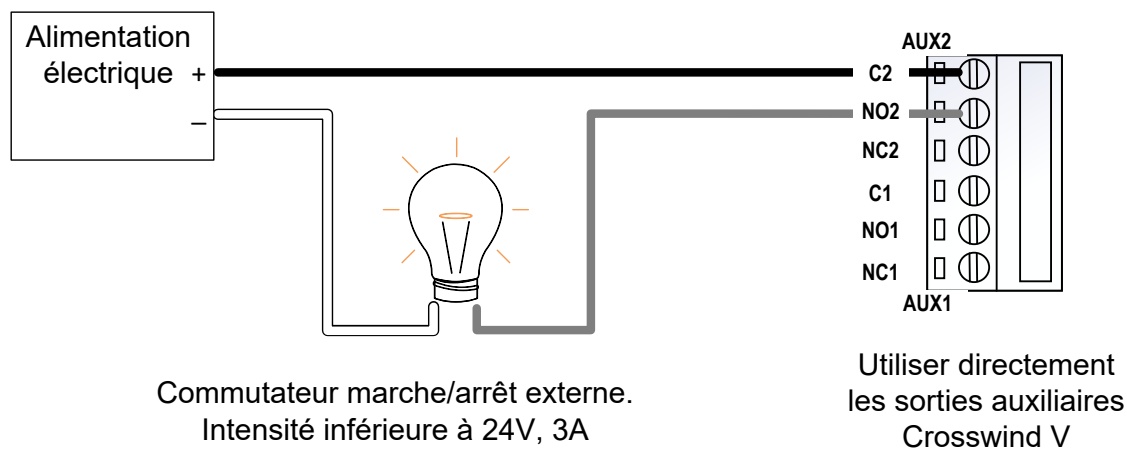

Figure 152. Applications jusqu'à 24V AC, 3 ampères max.
3. Connectez les fils provenant de la source d'alimentation et de l'appareil externe, en suivant ces directives. Consultez la **Figure 152** pour plus d'informations.
- b. Pour les applications de plus de 3 A, utilisez un relais fourni par le client et adapté à l'ampérage et à la tension de votre application. Connectez ce relais en cascade à la sortie auxiliaire de l'appareil. Voir **Figure 152**.